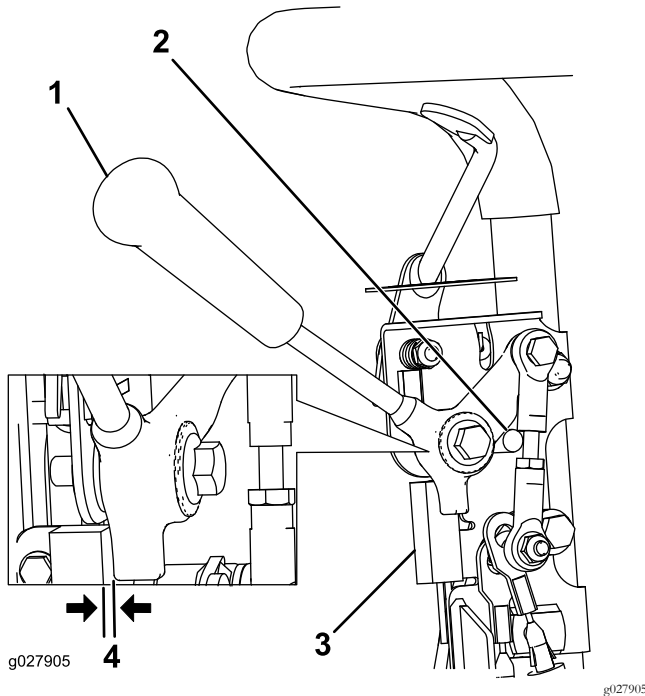

Bild 30
1. Stellen Sie sicher, dass der Motor abgestellt und der Fahrtriebshebel ausgekuppelt ist und den Neutralanschlag berührt (Bild 30).
2. Lösen Sie die Befestigungsschrauben des Sicherheitsschalters (Bild 30).
3. Legen Sie eine 0.8 mm dicke Beilagscheibe zwischen den Fahrtriebshebel und den Sicherheitsschalter (Bild 30).